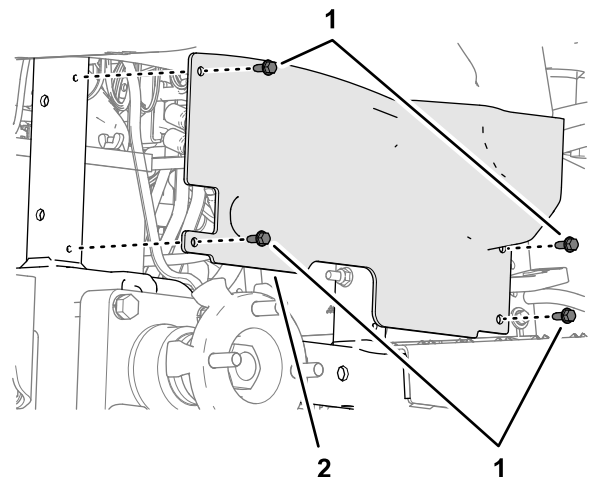

Figura 31
3. Retire los 4 tornillos de caperuza con arandela prensada ( $\frac{1}{4}$ " x  $\frac{5}{8}$ " ) que sujetan la cubierta de la rueda al bastidor de la máquina (Figura 31).
6. Alinee los taladros en la cubierta de la rueda con el bastidor de la máquina (Figura 31) y fije la cubierta al bastidor con los 4 tornillos de caperuza con arandela prensada ( $\frac{1}{4}$ " x  $\frac{5}{8}$ "") que retiró en el paso 3.